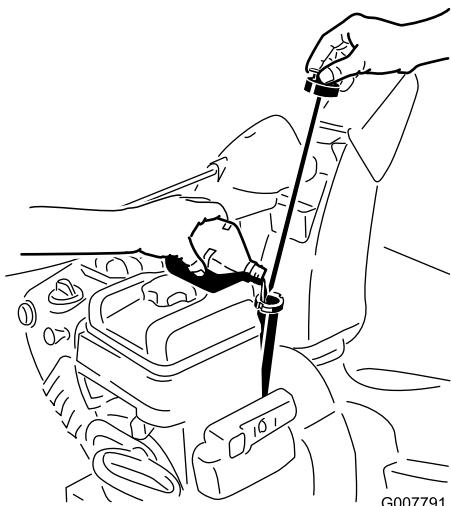

Figure 13
- Retirez la jauge et versez de l'huile **lentement** dans le goulot de remplissage pour faire monter le niveau de liquide jusqu'au repère du plein (Full) sur la jauge. **Ne remplissez pas excessivement** (Figure 13).